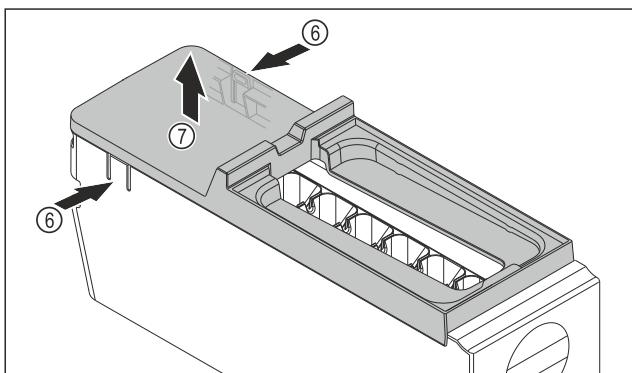

Fig. 184
- Изваждане на капака на корпуса на EasyTwist-Ice: Натиснете езичетата Fig. 184 (6) от двете страни на корпуса на EasyTwist-Ice с една ръка.
- С другата ръка извадете капака Fig. 184 (7) нагоре.